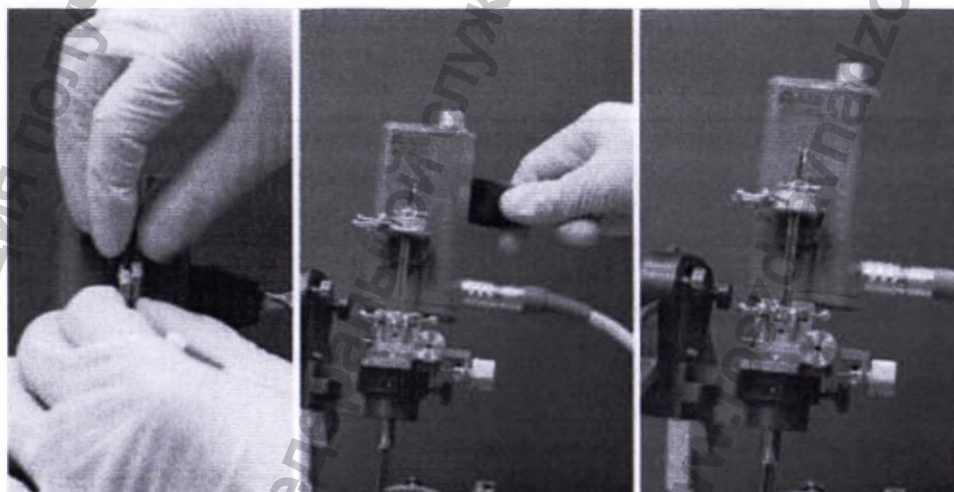

Рисунок 72: Отключение кабеля электродов
1. переместите регистрирующий микроэлектрод точно на ту глубину, на которую необходимо имплантировать глубинный электрод (DBS) и отключите кабель от электродов (Рисунок 72).